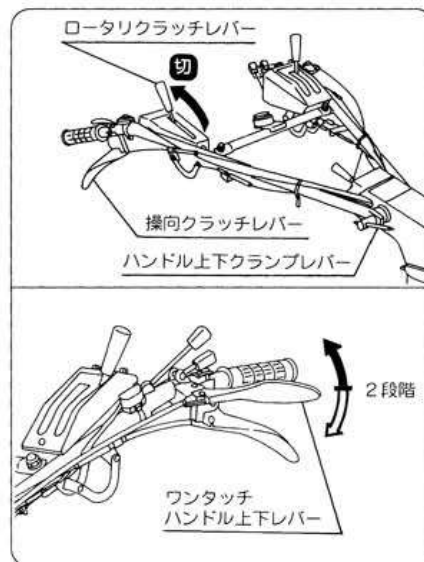

図21
- ① ロータリクラッチレバーを「切」位置にしてください。
- ② 旋回したい側の操向クラッチレバーを握って旋回します。操向クラッチレバーが重たくて、切れにくい場合は、旋回したい方にハンドルを振ってから操向クラッチレバーを操作してください。(図21)
- ③ ハンドルが正位置のときは、ハンドル上下クランプレバーを操作して、ハンドルを身長に合わせて調節してください。ハンドルを持上げてロータリ装置等のアタッチメントを持上げるとらくに旋回ができます。(図21)
- ④ ハンドルが逆位置のときは、ワンタッチハンドル上下レバーを操作して、ハンドル位置を上方に上げて固定してください。ハンドルを押し下げてロータリ装置等のアタッチメントを持上げるとらくに旋回できます。旋回が終了したらハンドルは元の位置にもどしてください。(図21)